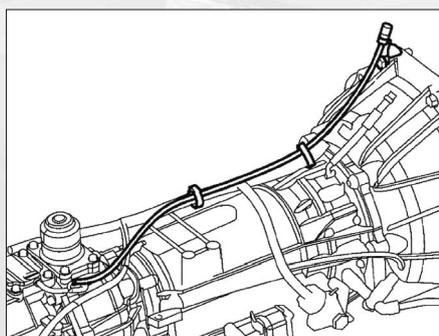

FIG. 7
- Déposer le flexible de reniflard de boîte de transfert (fig. 7).